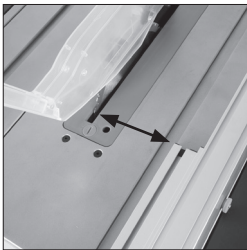

Abb. 45
- Wir empfehlen, dass Sie die Rückseite der Parallelanschlag-Frontplatte mit der Vorderseite des Sägeblatts abstimmen **(Abb. 45).**